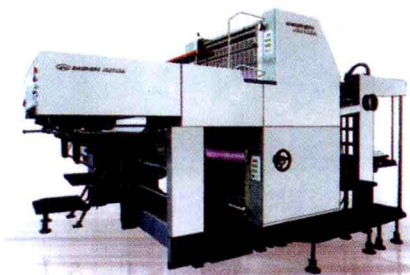

图1-6 对开双面平版印刷机
(3) 胶版印刷：指用平版印刷，多用于四色纸张印刷。图1-6所示为对开双面平版印刷机。